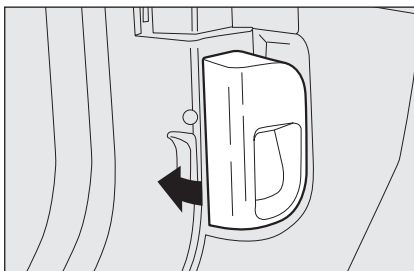

fig. 104
- tirare la leva **fig. 104** nel senso indicato dalla freccia;